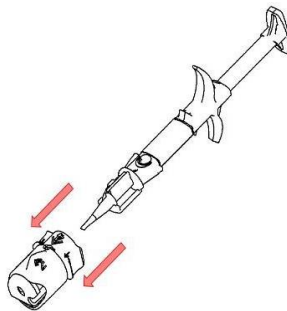

Fig. 3.
7. Remova o adaptador juntamente com o anel rotativo, como indicado '4' (Fig. 3), puxando para fora e descartando-o.